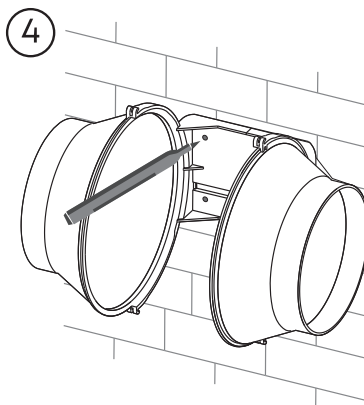

Рис. 8.
4. Приложить базу к монтажной поверхности и отметить отверстие для винтов (Рис. 8).